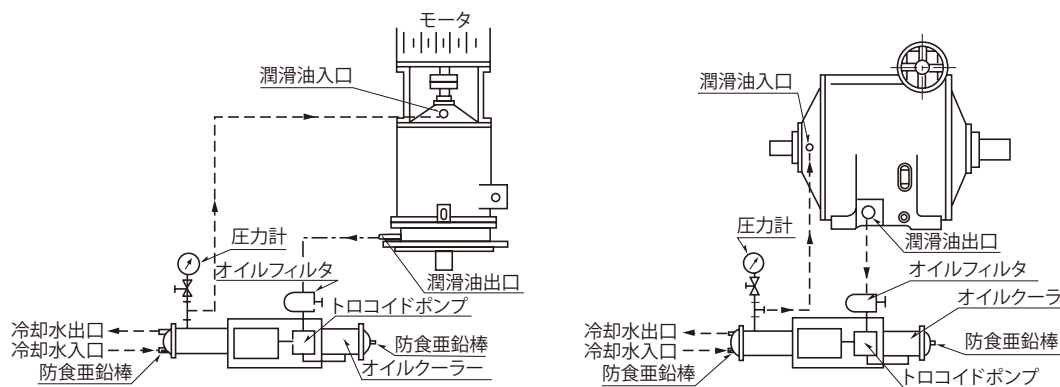

図 6-5 潤滑油冷却装置配管図
- ③ バイエル部と潤滑油冷却装置の潤滑油出口・入口を製作仕様書でご確認の上、図 6-5 のように破線の部分をガス管で配管してください。
- ④ バイエル部の潤滑油出口は 1 1/2B～2B、入口は 1B のガス管を使用してください。